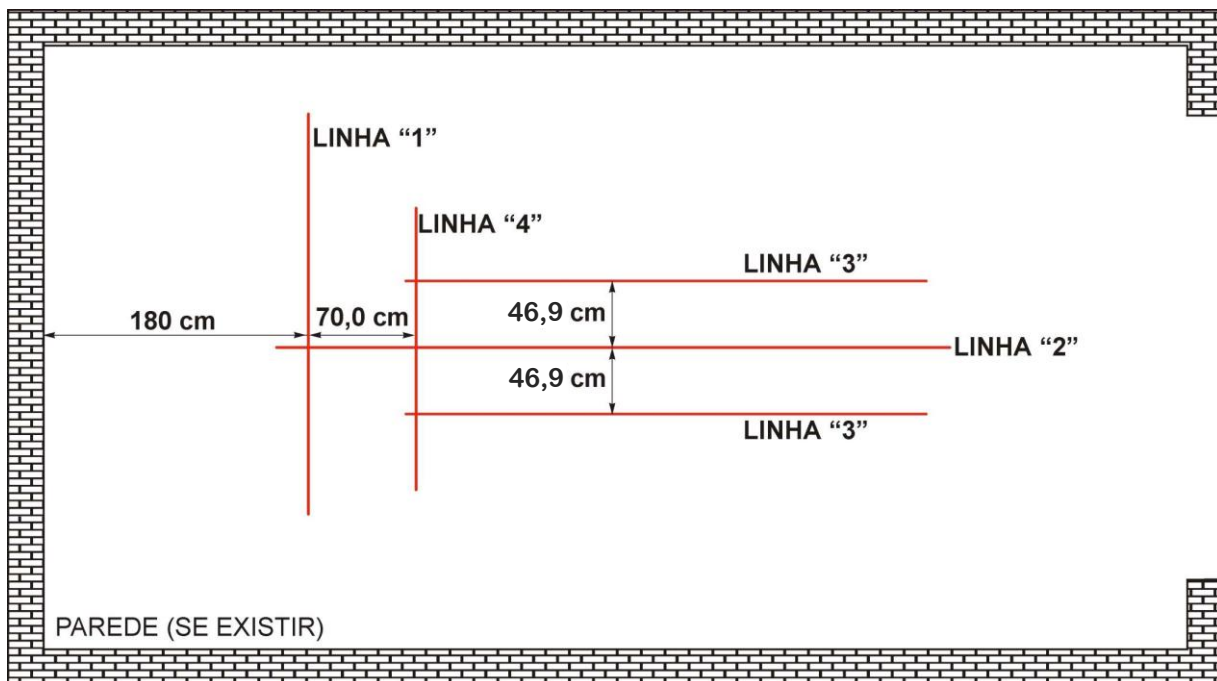

Figura 2: Definição de posicionamento
1. Após selecionar a melhor localização para a instalação da rampa, trace uma linha paralela à frente da rampa, afastada aproximadamente 255 cm da parede ou linha divisória frontal (linha "1"). Esta será a localização aproximada da frente da rampa (ver figura 2);
5. Verifique o piso na área da figura 2 para encontrar o ponto mais alto utilizando o nível de mangueira (KMN-007 ou similar). Marque este local, futuramente serão feitas referências a esta marca durante o procedimento de nivelamento.